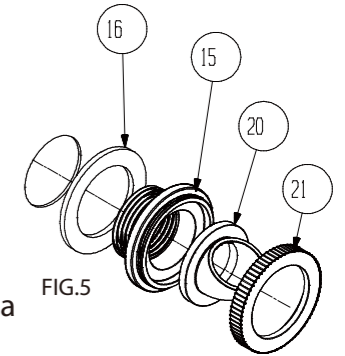

FIG.5
A. **USO DE LA ENTRADA DESVIADORA; desvía la dirección del agua de retorno que entra a la alberca,** vea parte #20 FIG. 5. Puede ajustar la entrada aflojando el ANILLO DE SEGURIDAD vea parte #21 FIG. 5. La ENTRADA DESVIADORA puede usarse para ayudar a generar una rotación del agua de la alberca en sentido de las manecillas del reloj hacia el área de entrada del EXTRACTOR DE ESPUMA de la pared de su alberca. Para esto ligeramente afloje el ANILLO DE SEGURIDAD y gire la ENTRADA DESVIADORA hacia arriba presionando el agua horizontalmente por debajo de la superficie del agua dirigiendo lejos del área de entrada del EXTRACTOR DE ESPUMA. NO LO DIRECCIONE precisamente hacia el EXTRACTOR esto disminuirá considerablemente la extracción y filtración. Asegure el ANILLO DE SEGURIDAD para sostener la ENTRADA DESVIADORA en la posición deseada que elija. Puede posicionar después la ENTRADA DESVIADORA hacia abajo para ayudar a mantener estable la estructura a lo largo del fondo de la alberca.